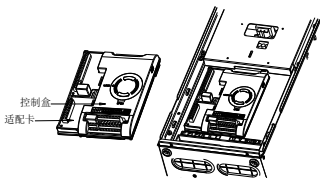

图 2 空压机通信适配卡的拆卸安装示意图
- ① 将适配卡如图 2 方向放置，下按直至适配卡与控制卡插座接触良好；
- ② 适配卡左侧的螺孔对齐后，锁紧三个 M3 螺钉。
- ① 拆下适配卡左侧的三个螺钉；
- ② 将适配卡从控制卡的插座中向上拔出（如图 2）。